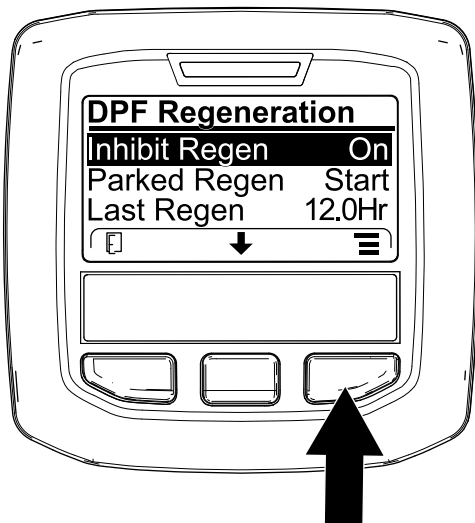
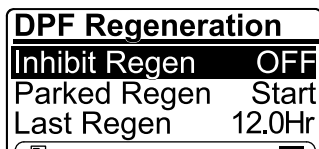

Figura 66
Figura 67
1. Accesai meniul DPF Regeneration (Regenerare DPF), apăsați butonul central pentru a derula în jos la opțiunea INHIBIT REGEN (Inhibare regenerare) i apăsați butonul din dreapta pentru a selecta accesarea Inhibit Regen (Inhibare regenerare) (Figura 66).
2. Apăsați butonul din dreapta pentru a schimba setarea de inhibare a regenerării de la Pornire la Oprire (Figura 66) sau de la Oprire la Pornire (Figura 67).